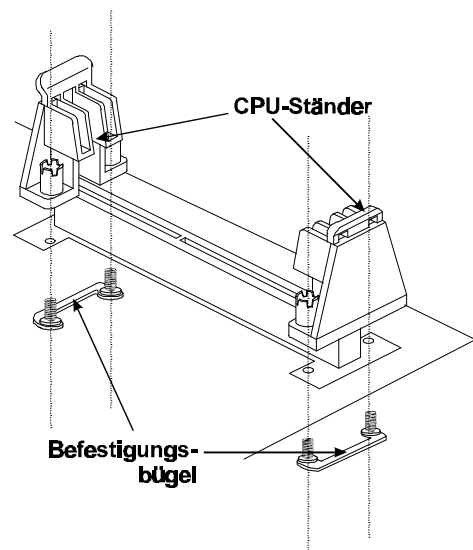

Bild 2-24
3. Die Schraubmuttern werden mittels Schrauben dreher mit den Gewindestiften der Befestigungsbügel verschraubt; somit werden die CPU-Ständer fest auf dem Mainboard fixiert. (siehe Bild 2-24)